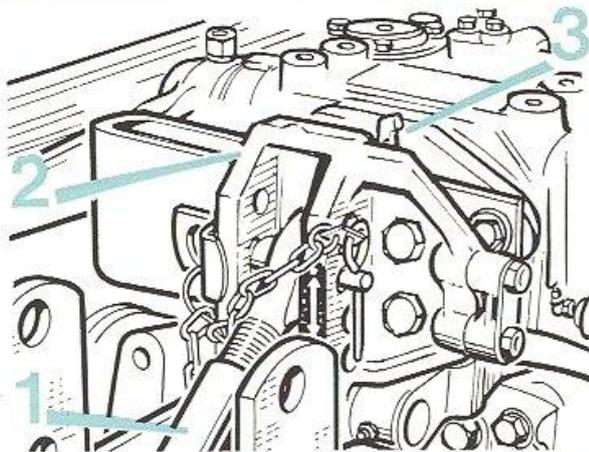

FIG. 48
- Le coin de verrouillage (3) (fig. 48) est libéré.